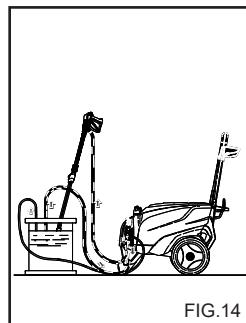

FIG.14
WERKWIJZE VOOR DE ANTI-VRIES (Fig. 14)
- 2 - Stop de hogedruk-waterspuit met de ontstekingsschakelaar op de stand "0" (Fig. 14).